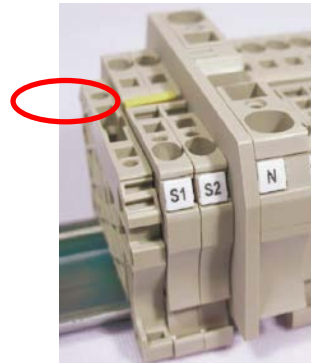

Fig. 5-5 .- Puente para cortocircuitar el secundario del transformador de corriente (TC)
- Una vez instalados los cables, desconectar el puente que une los bornes S1 y S2 ó el puente amarillo según bornero de la batería (ver Fig. 5-5)